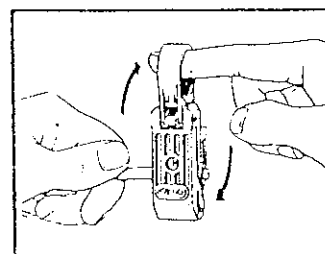

Figure 7
F. Faire tourner l'outil autour du câble environ 5 fois (fig. 7). Avancer le coulisseau à la position suivante. Faire tourner de nouveau l'outil. Avancer le coulisseau à la position finale et faire tourner l'outil 5 fois.